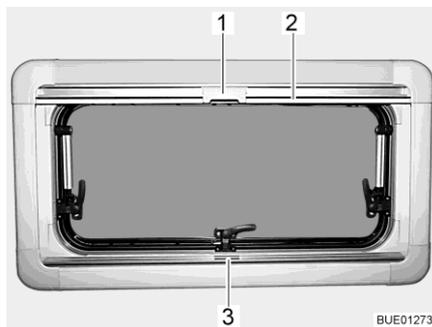

Fig. 93 Ventana abatible
- Sujetar el estor plegable por el centro del agarradero (Fig. 93,3), tirar de abajo a arriba y soltarla a la altura deseada. El estor plegable se queda fijo a esta altura.
- Tirar del agarradero de la mosquitera enrollable (Fig. 93,2) hacia abajo hasta que choque con el agarradero del estor plegable (Fig. 93,3).
- Bloquear el cierre (Fig. 93,1) de la mosquitera enrollable con el agarradero del estor plegable.
- Empujar hacia atrás el cierre (Fig. 93,1) de la mosquitera enrollable por arriba.
- Regresar la mosquitera enrollable lentamente en el agarradero (Fig. 93,2).